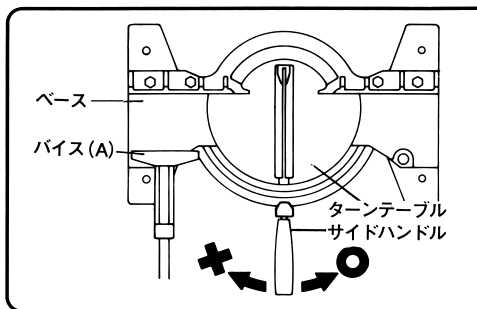
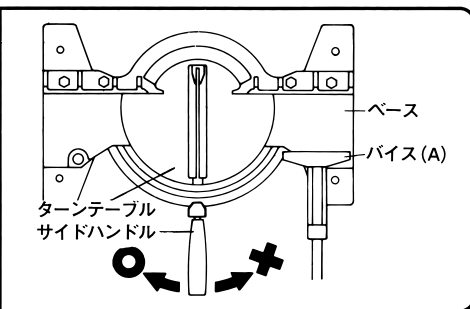

図 20
図 21
- バイス(A)をベースの左側に取付けた場合(図20)はターンテーブルを右側に、バイス(A)をベースの右側に取付けた場合(図21)は、ターンテーブルを左側に回転して作業してください。